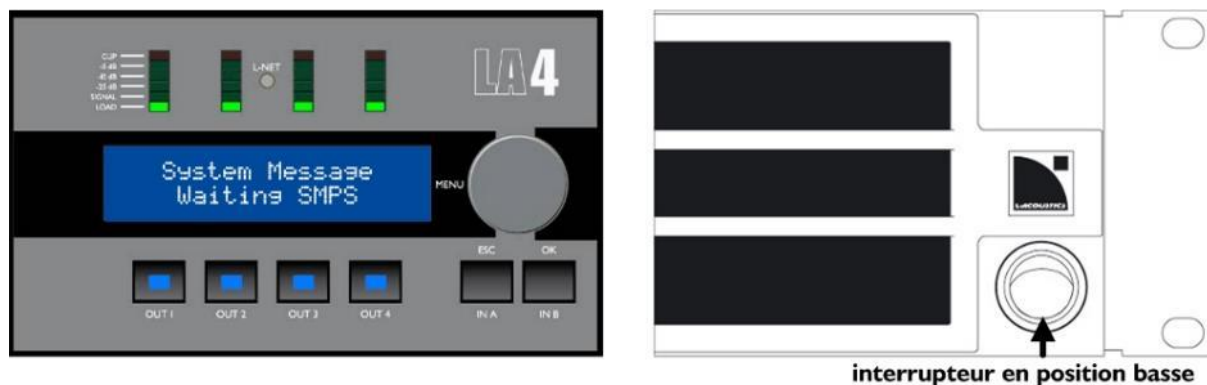

Figure 12 : Séquence d'arrêt
- Pressez l'interrupteur vers le bas pour éteindre le LA4 (voir la Figure 12).